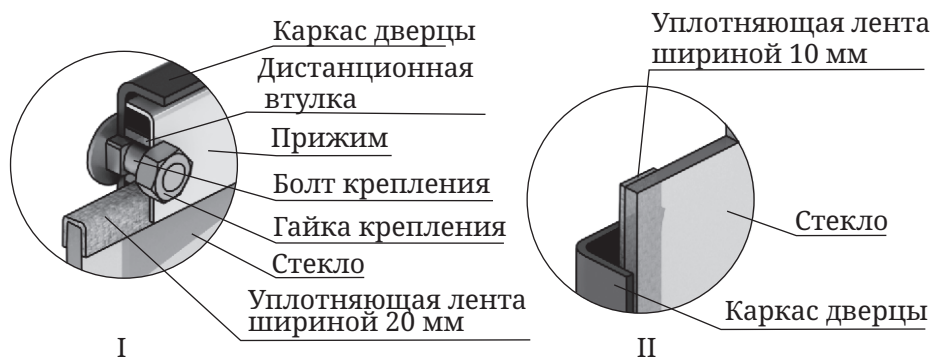

Рисунок 9. Крепление светорозрачного экрана дверцы модификации «Витра»
Если на нем нет уплотняющих лент, наклейте их: лента шириной 20 мм наклеивается сверху и снизу стекла «П» - образно (рисунок 9.І), лента шириной 10 мм наклеивается вертикально вдоль боковых сторон стекла (рисунок 9.ІІ).
4. Вставьте стекло в упор, при этом лента, наклеенная с боковых сторон (вертикальная) должна быть зажата между стеклом и каркасом дверцы (рисунок 9.ІІ).